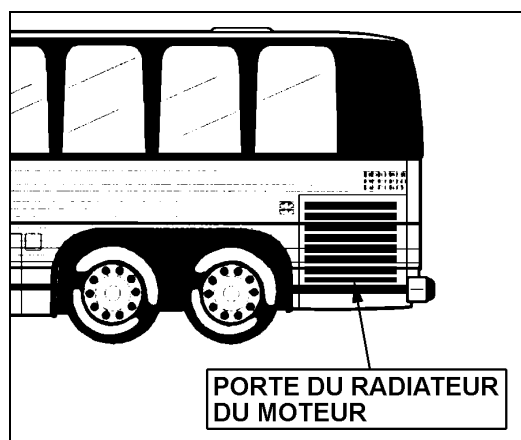

FIGURE 4 : PORTE DU RADIATEUR DU MOTEUR
1. Ouvrir la porte du radiateur du moteur, retirer la sangle de retenue de la porte et enlever la butée de porte située dans le coin inférieur droit (voir les figures 4 et 5).